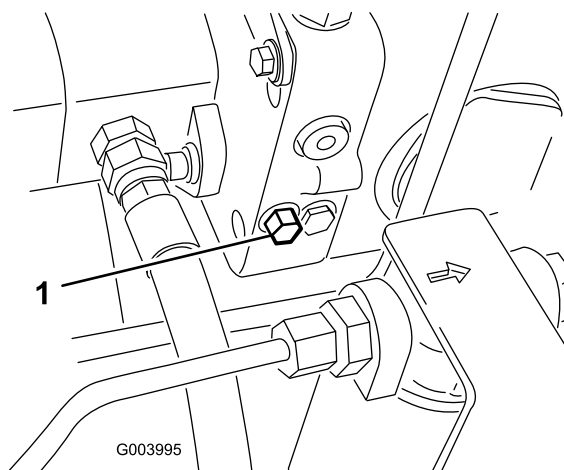

Figura 72
1. Fate ruotare di un giro e mezzo il bullone della valvola di bypass per aprire e lasciare bypassare l'olio all'interno (Figura 72).